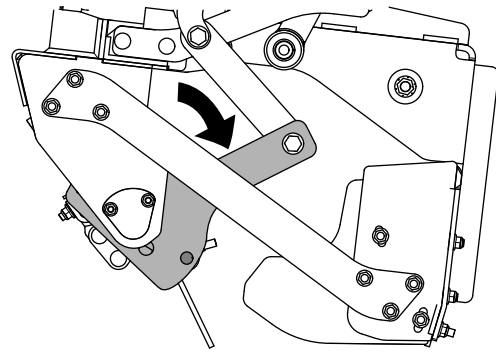

Figura 39
9. Ajuste la inclinación del soporte del apero combinado según sea necesario (Figura 39).